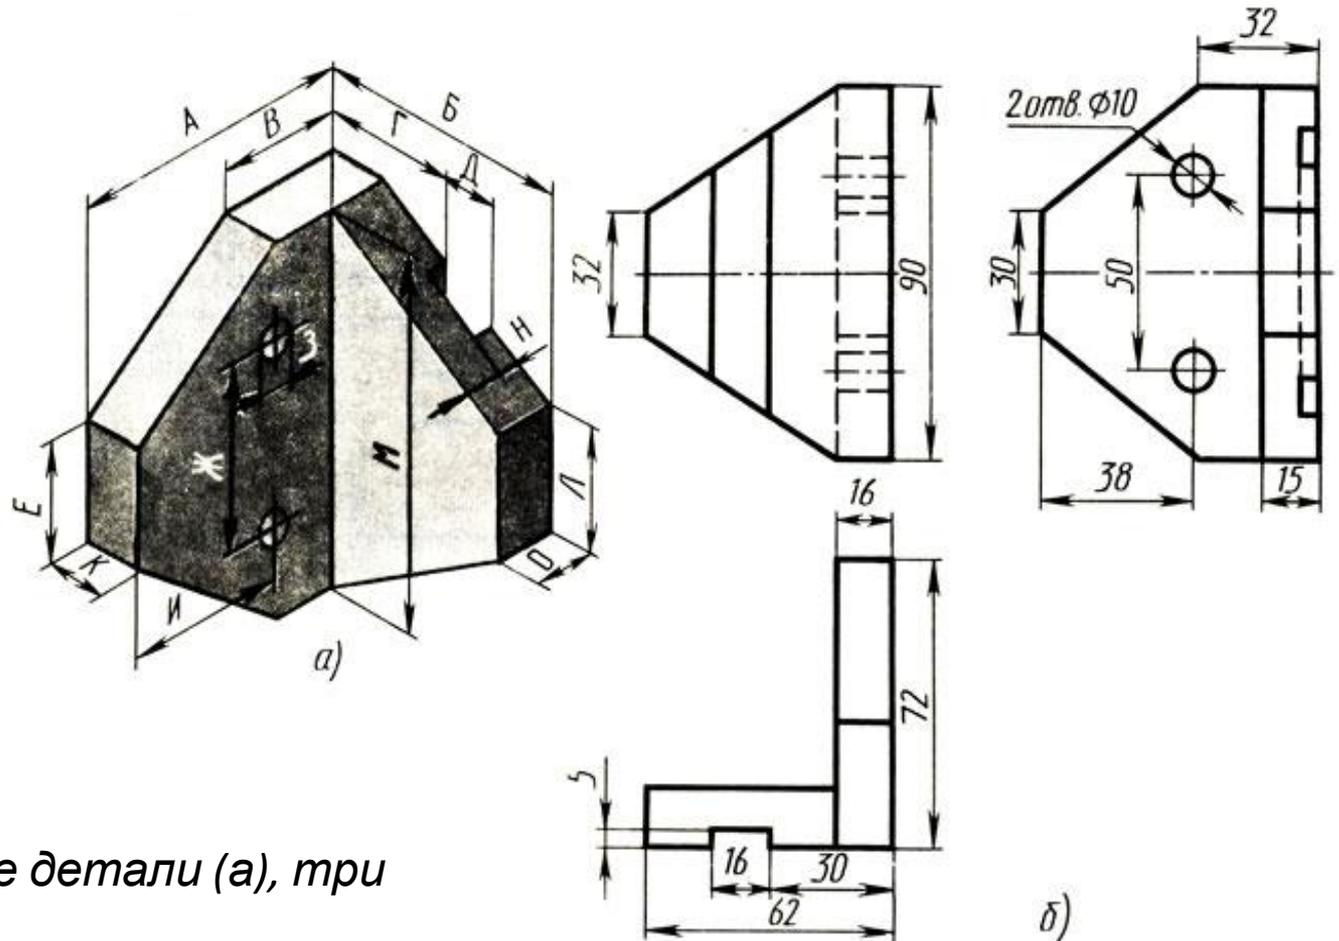

Рис.1 Изображение детали (а), три вида детали (б)
4. Выполните на листе чертежной бумаги формата А4 упражнение по образцу, приведенному на рис. 1, а или б. Наименование работы "Линии чертежа". Размеры наносить не надо.
Задание 4 рис. 1, а б. Наименование работы "Линии чертежа".
Запишите в тетради, какие буквенные обозначения размеров на наглядном изображении (рис.1 а) соответствуют числовым размерам на трех видах (рис.1 б). Положение детали на рис.1 а и б дано различное.